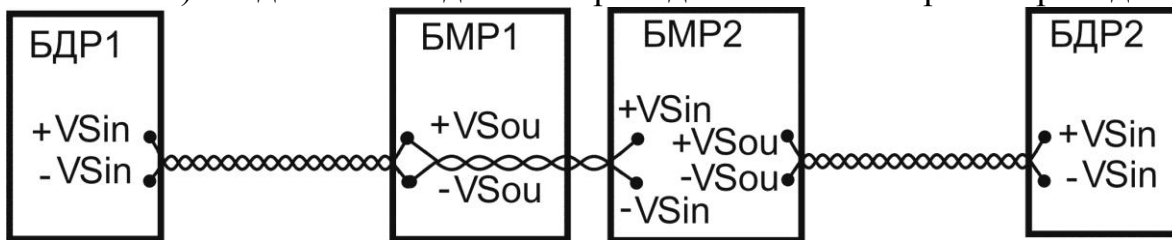

Рис.6.9
6.3.5.5 Для проводной синхронизации, при засветке посторонними радиопередающими устройствами (о чем свидетельствует частые «ложные» тревоги), необходимо включить взаимную синхронизацию. При этом активный выход +/-VSou (БМР1 или БДР1) ведущего извещателя подключается к входу +/-VSin ведомого извещателя (БМР2), в зависимости от расположения БМР2 (вблизи смежного БПРД1 или БПРМ1, см. рис. 6.9 и 6.10). Подключение должно проводиться витой парой с проводом.